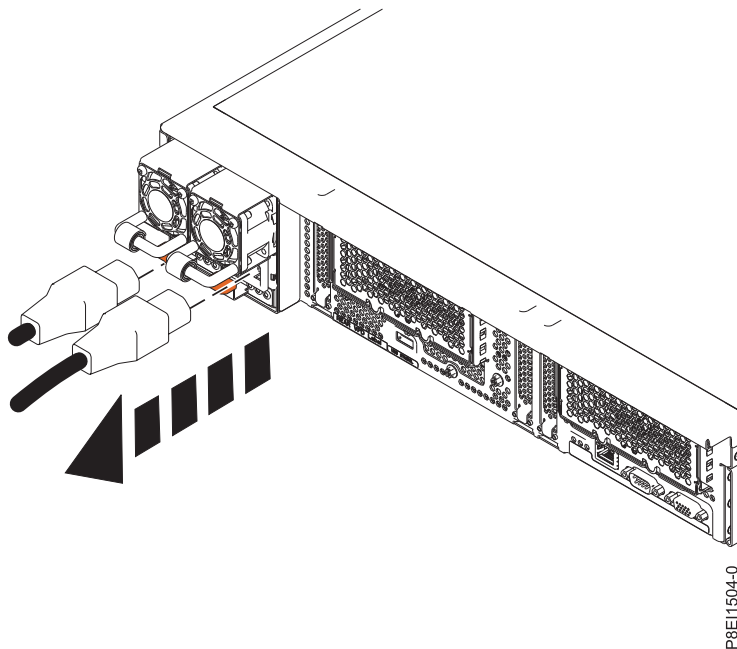

Figure 229. Retrait des cordons d'alimentation du système
4. Débranchez les cordons d'alimentation de l'unité centrale. Voir la figure 229, à la page 216.